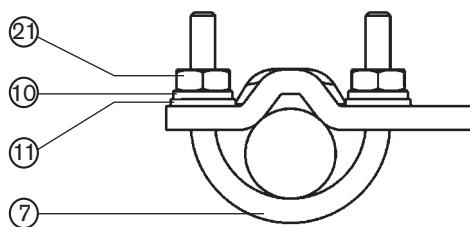

Bild 26: Positioner mit Anbauwinkel befestigen; bei Antrieben mit Säulenjoch
- Anbauwinkel mit den U-Bolzen (7), Scheiben (11), Federringen (10) und Sechskantmuttern (21) am Säulenjoch befestigen (siehe „Bild 26“).